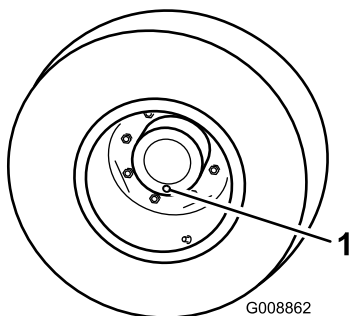

Figure 82
1. Placez la machine sur une surface plane et horizontale et tournez une roue de sorte que l'un des bouchons de contrôle se trouve à la position la plus basse (6 heures) (Figure 82).